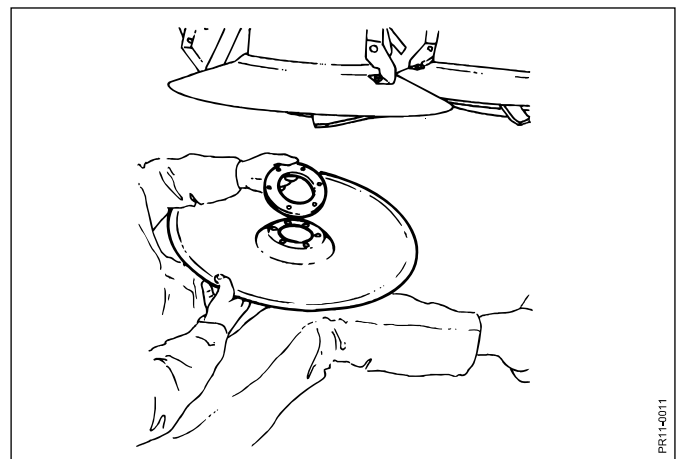

Fig. 3-10
- Fig. 3-10** On peut obtenir une hauteur de coupe plus importante en montant les rondelles fournies sur les patins.